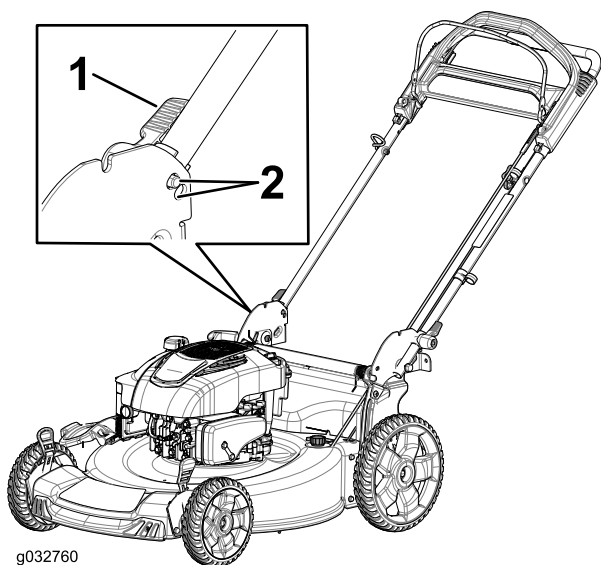

Figure 4
2. Ajustez le verrou du guidon dans l'une de deux positions (Figure 4) jusqu'à ce que la goupille clique en place pour verrouiller le guidon à la position d'utilisation.